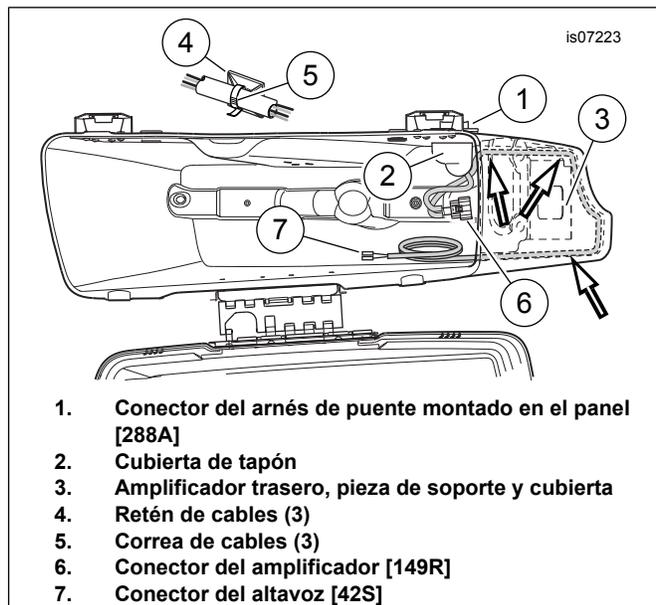
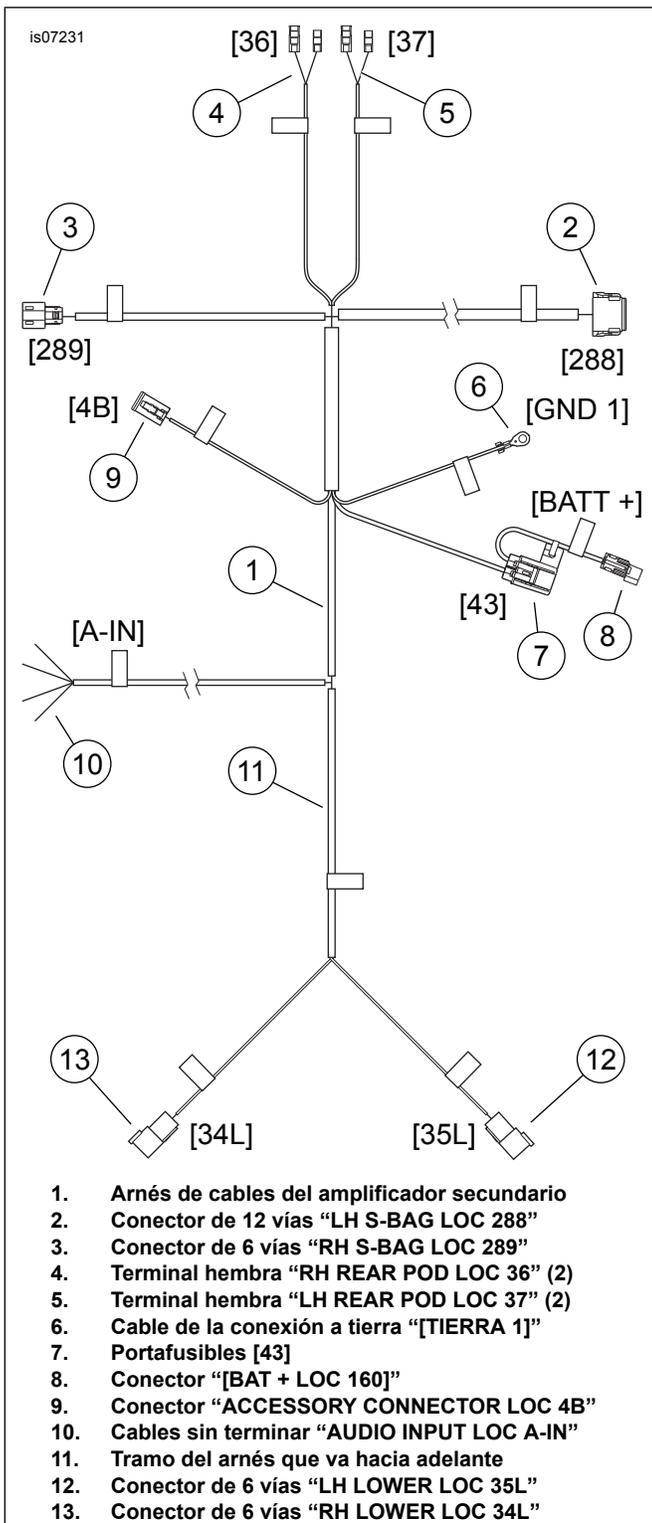

Figura 3. Ubicación del arnés dentro de la alforja izquierda
Figura 6. Arnés de cables del amplificador secundario
2. Vea Figura 3. Pase los conectores del arnés de puente [149R] (6) y [42S] (7), desde el exterior, a través de la abertura rectangular cortada en la pared interior de la alforja, para que el conector de 12 vías montado en el panel [288A] (1) encaje dentro de la abertura.
5. Vea Figura 7. Obtenga tres retenes de cables (14) y tres correas de cables (15) del kit. Quite el forro del respaldo adhesivo de cada retén de cables y fíjelos a las paredes interiores de la alforja, aproximadamente 25 mm (1 in) arriba del fondo de la alforja, como se muestra Figura 3. Sujete el arnés de puente a los retenes de cables (4) con correas de cables (5).
3. Lleve el arnés de cables (Figura 6, artículo 1) hacia adelante, hasta el frente del guardabarros trasero. Use las correas de cables del kit para sujetar ese tramo del arnés de cables en la parte trasera superior del soporte de la alforja, de modo que el arnés libre en la parte posterior sea justo el necesario para alcanzar con comodidad la alforja.
2. Vea Figura 6. Enchufe el conector de 12 vías (2) marcado "LH S-BAG LOC 288" en el receptáculo de la alforja del lado izquierdo (vea Figura 3, artículo 1). El conector tiene una característica clave que impide montarlo de forma incorrecta. Escuche un "clic" definitivo.
3. Coloque el arnés de cables (Figura 6, artículo 1) en el área debajo del asiento. Pase el conector de 12 vías (2), marcado "LH S-BAG LOC 288", por debajo de los travesaños de la estructura intermedia y por debajo de la saliente del sujetador de la carrocería del lado izquierdo.
6. Pase el resto del arnés de cables (Figura 6, artículo 1) hacia adelante. Use las correas de cables del kit para asegurar ese tramo del arnés de cables a la estructura del vehículo.
2. Vea Figura 6. Corte los cables verde y verde claro/marrón de las cavidades 5 y 6 del conector Molex de seis vías (3) marcado "RH S-BAG LOC 289" en el arnés de cables del amplificador secundario. Recicle o deseche adecuadamente el conector. Instale dos terminales hembra Deutsch (pieza № 72191-94, comprados por separado) en los extremos de los cables, de acuerdo con el Manual de servicio.